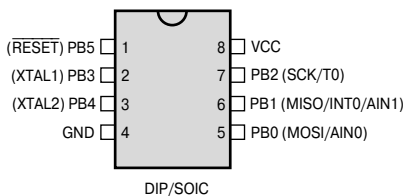

Рис. 1.5. Расположение выводов (вид сверху) модели ATtiny15L
- ATtiny15L (**Рис. 1.5**) — имеет FLASH-память программ объемом 1 Кбайт и EEPROM-память данных объемом 64 байт;